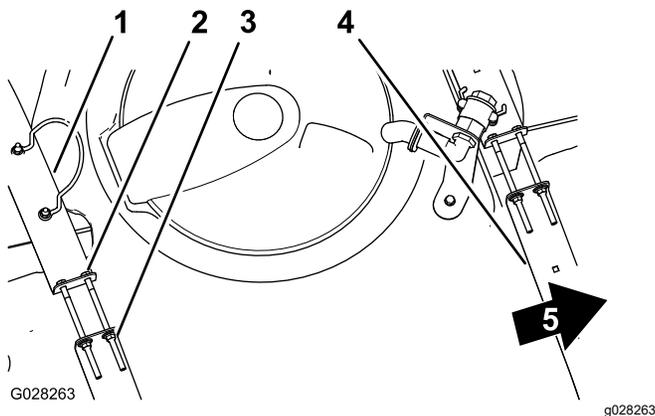

Bild 21
2. Prüfen Sie, ob Sie zwischen den Behälterriemen und dem Behälter eine Bewegung feststellen können (Bild 21).
3. Wenn die Behälterriemen lose am Behälter angebracht sind, ziehen Sie die Sicherungsbundmutter und Schrauben oben an den Riemen an, bis sie mit der Behälterfläche bündig sind (Bild 21).